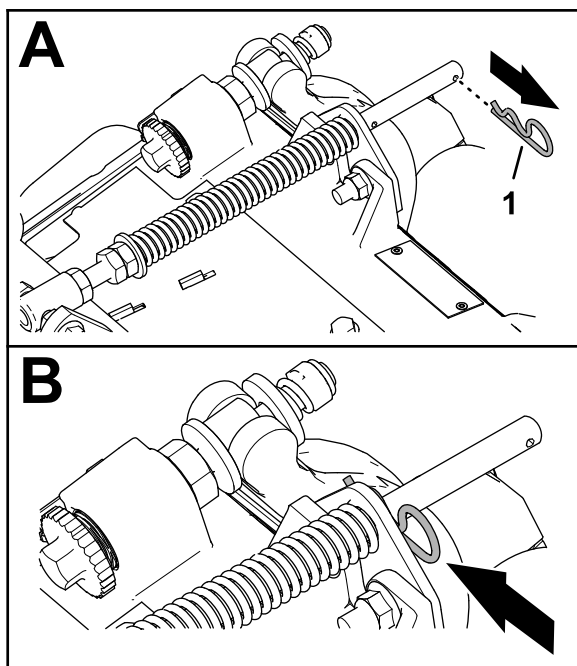

図 10
1. 補正スプリングのロッドの後穴にヘアピンが取り付けられている場合は、ヘアピンを外してブラケットの隣にある穴に移す 図 10。